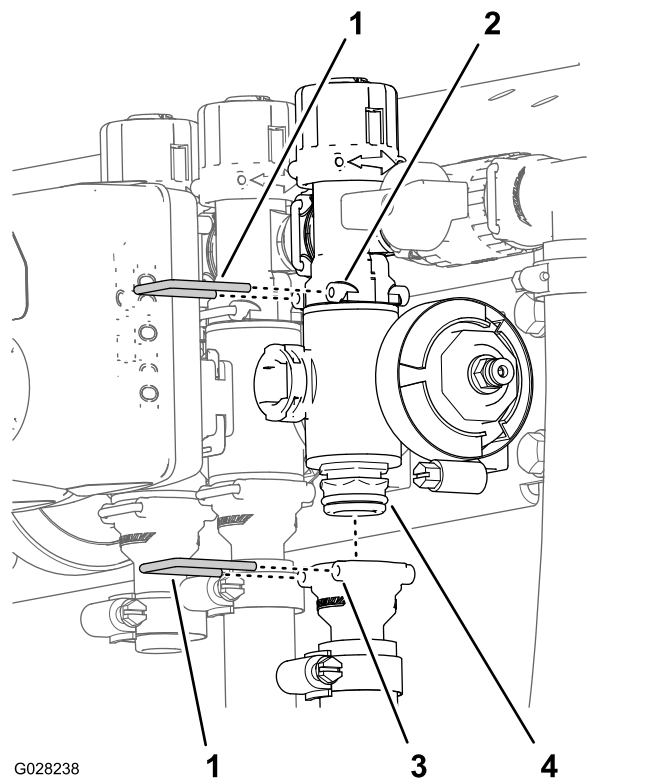

Figura 117
2. Retire os retentores que fixam a união de saída ao coletor da válvula da secção e o coletor da válvula da união de derivação (Figura 117).